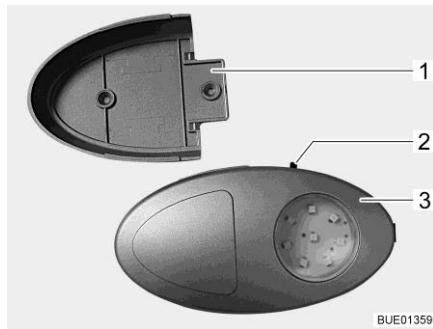

Fig. 86 Eclairage de la penderie/lampe de poche
- ▷ Il est possible d'extraire l'éclairage de la penderie de son support vissé (Fig. 86,1) et de l'utiliser comme lampe de poche.
Le bouton Marche/Arrêt (Fig. 86,2) se trouve directement sur l'éclairage de la penderie (Fig. 86,3).